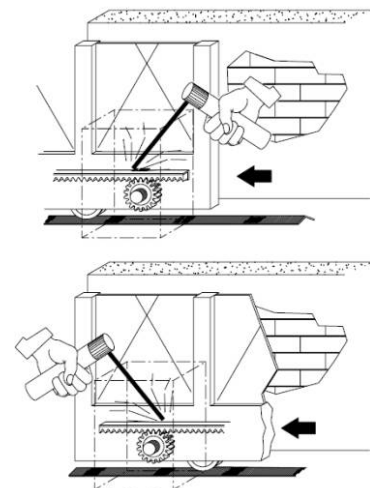

рис.17
- Начало линейки расположите у зубчатого колеса Р и закрепите точечной сваркой или винтами на створке (рис. 17)